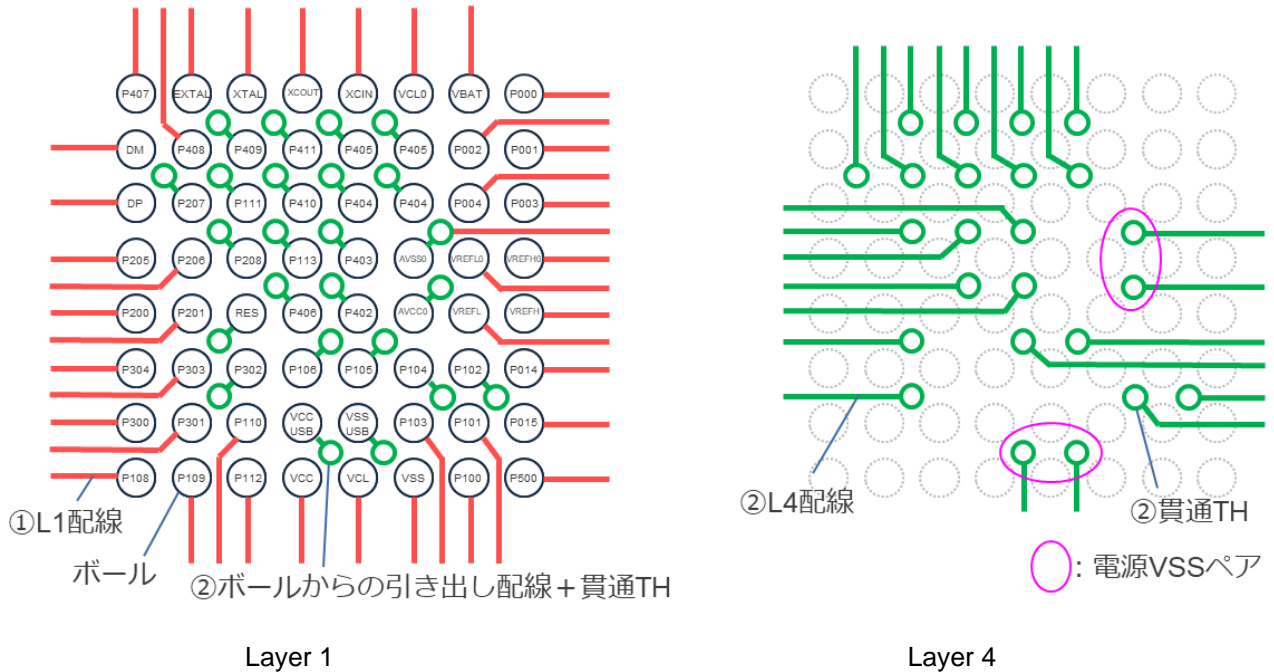
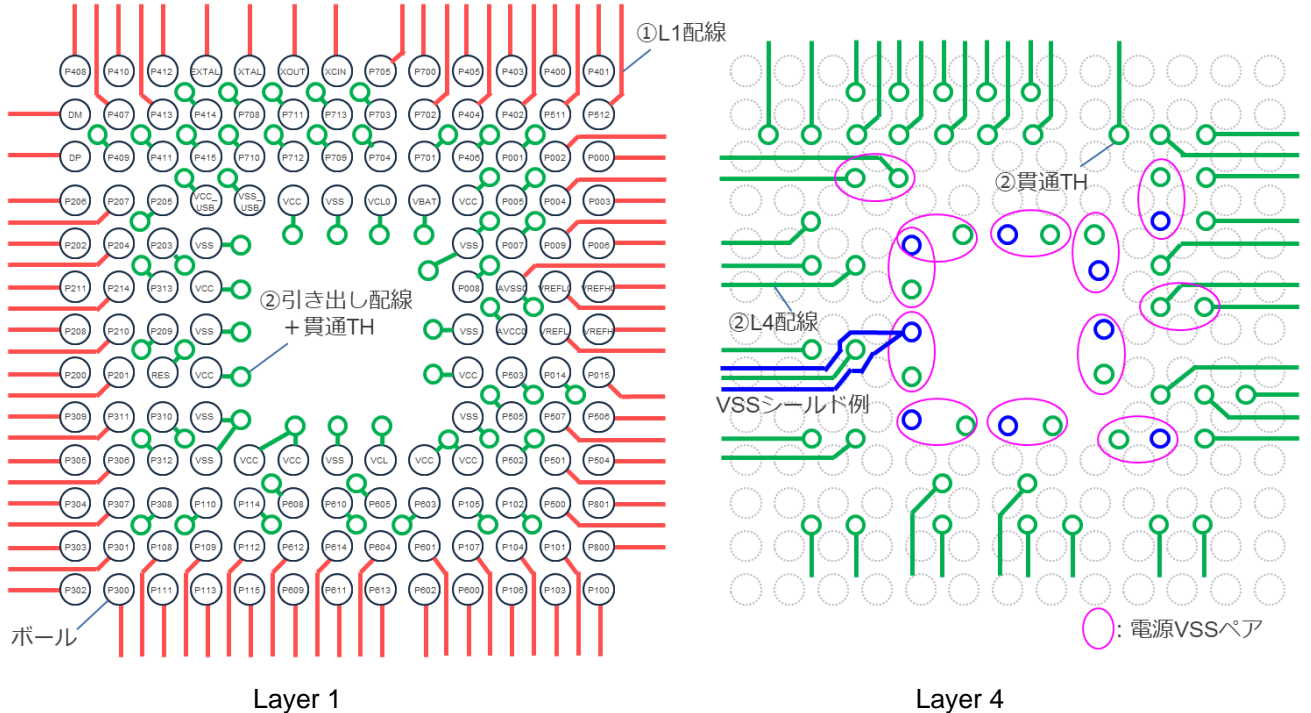

図 18. 64（8×8）BGA フルグリッドの Layer 1 と Layer 4 の引き出し配線例（平面図）
図 19. 144（13×13）BGA 外周 4Row の Layer 1 と Layer 4 の引き出し配線例（平面図）
3.4 項の基本的な基板配線の思想と 3.5 項の基板設計推奨ルールに従い、部品配置（未図示）も考慮した貫通 TH 位置と Layer 1, Layer 4 の配線引き出し例を図 18（RA6Mx/64BGA 例）、図 19（RA6Mx/144BGA 例）に示す。電源は、必要数のパコンをボール直近の Layer 4 に実装できるように VSS とペア隣接となるよう貫通 TH 配置を検討することを推奨する。図中のマゼンダ色丸が電源と VSS の貫通 TH のペアの例である。